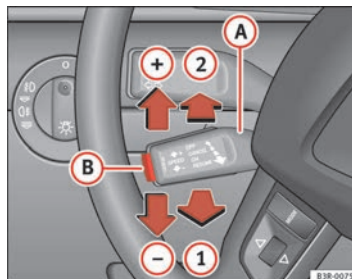

Abb. 142 Bedienelemente der Geschwindigkeitsregelanlage
- Ziehen Sie den Hebel **A** in Position \Rightarrow Abb. 142 **1**, um die Anlage einzuschalten.
- Drücken Sie den Hebel **(A)** nach oben in Richtung \Rightarrow Abb. 142 **(+)**.
- Drücken Sie den Hebel **(A)** nach unten in Richtung \Rightarrow Abb. 142 **(-)**.
- Durch kurzes Drücken des Hebels **(A)** nach oben in Richtung \Rightarrow Abb. 142 **(+)** wird die gewünschte Geschwindigkeit um etwa 2 km/h erhöht.
- Durch kurzes Drücken des Hebels **(A)** nach unten in Richtung \Rightarrow Abb. 142 **(-)** wird die gewünschte Geschwindigkeit um etwa 2 km/h verringert.
Falls beim vorübergehenden Ausschalten keine gewünschte Geschwindigkeit gespeichert war, können Sie eine neue gewünschte Geschwindigkeit wie folgt speichern: Fahren Sie mit der gewünschten Geschwindigkeit und drücken Sie dann kurz die Drucktaste \Rightarrow Seite 181, Abb. 142 **(B)** (SET).
- Drücken Sie den Hebel **(A)** \Rightarrow Seite 181, Abb. 142 in Position **(2)** (gerastet).